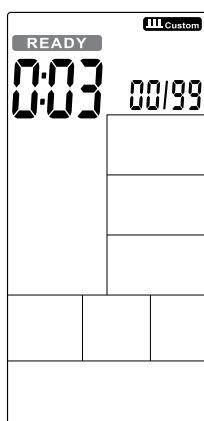

FIGURA 35
- O tempo entra em contagem regressiva de 3 a 0 e, em seguida, o módulo eletrônico é iniciado, enquanto um alerta sonoro é emitido por segundo e PRONTO pisca uma vez por segundo, a contagem exibe '00 / XX' (Figura 35).